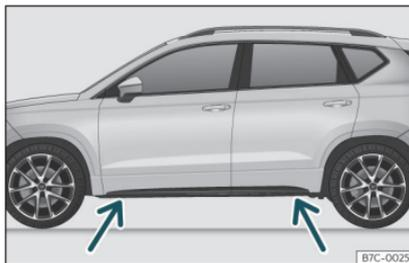

Fig. 35 Punti di appoggio per il cric.
- Individuare nel longherone il punto di appoggio del cric (zona avvallata) più vicino alla ruota da sostituire >>> **fig. 35**.